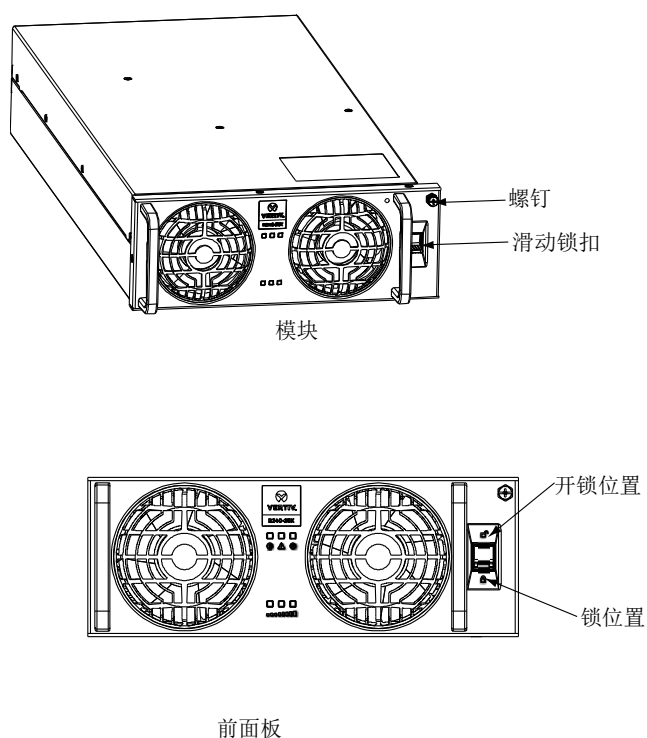

图1-27 把手/锁扣操作
每个整流模块用右侧的锁扣模块固定到安装架上，见图 1-27。
2. 松开螺钉，把锁扣滑动至开锁位置，如图 1-27 所示。